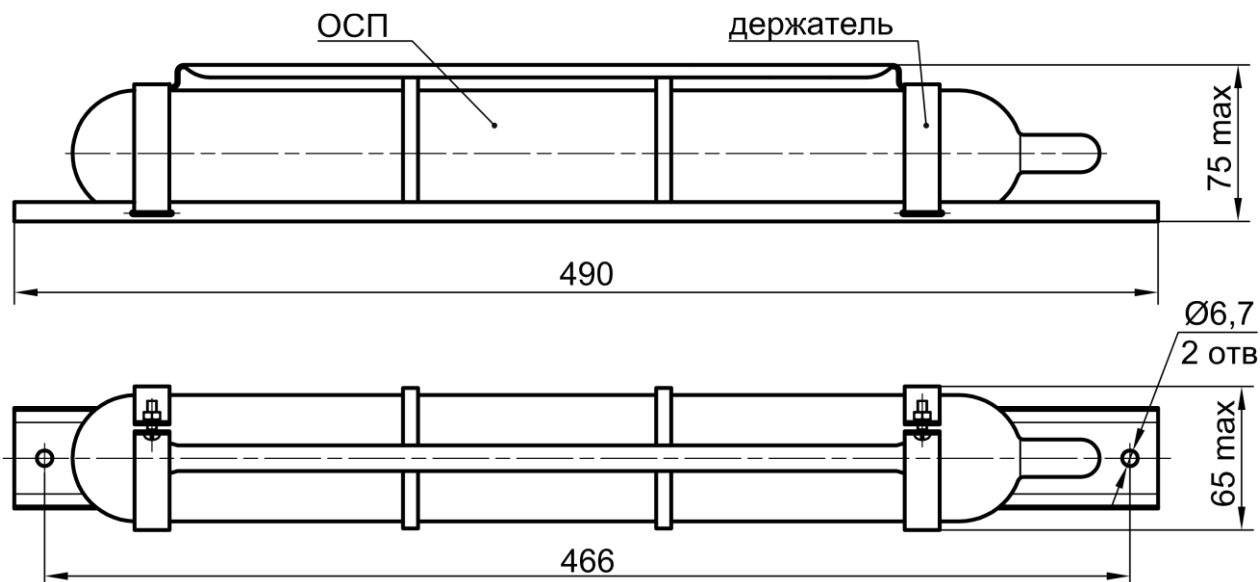

Рисунок 2.4 - ОСП с держателем м/ф
- м/ф - морской, см. рис. 2.4.